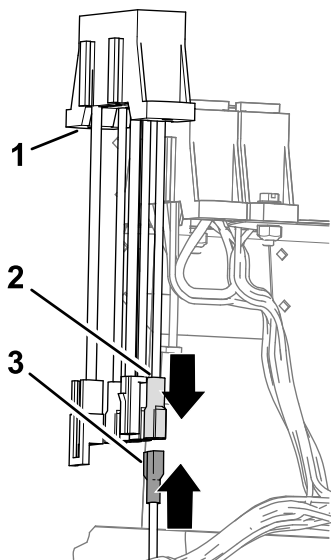

图 22
1. 将完成套件线束的舌形接头连接至辅助保险丝盒的插槽接头 图 22。